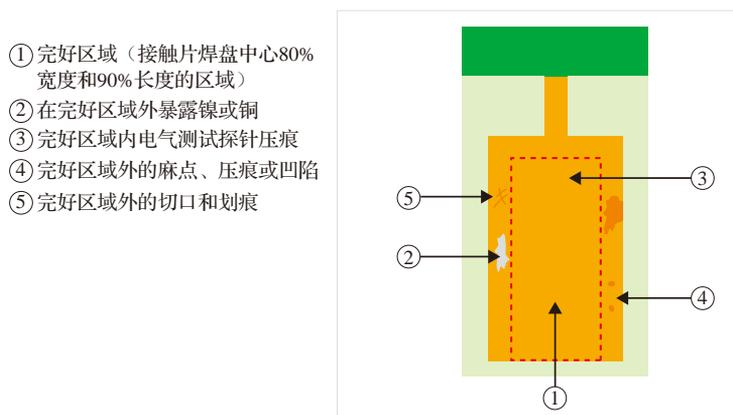

图 9-13 印制接触片 (金手指) 示意图
**接受状态:** 如图 9-13 所示, 在印制接触片完好区域内, 表面缺陷不应暴露底层金属 (镍或铜), 且无金属凸点、结瘤和溅落的焊料; 在完好区域外的麻点、压痕或凹陷处的最长值需小于或等于 0.15mm, 每个接触片上的缺陷不超过 3 处, 且这些缺陷的接触片不超过接触片总数的 30%。电气测试探针压痕满足最终涂覆要求。